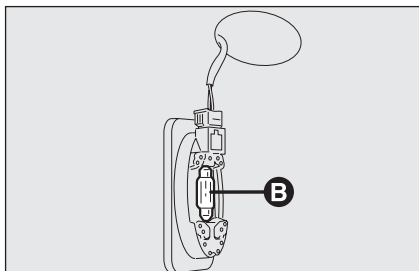

fig. 43
- sostituire la lampada **B-fig. 43** svincolandola dai contatti laterali accertandosi che la nuova lampada risulti correttamente bloccata tra i contatti stessi;